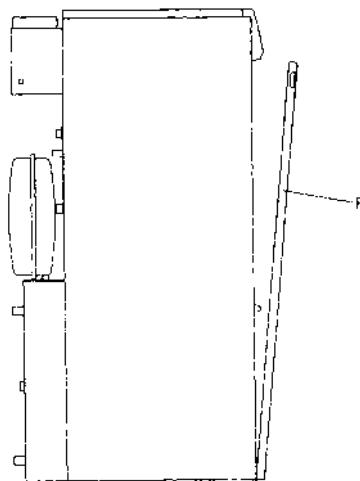

Рис. 2.6
- снимите переднюю облицовочную панель (P) котла (рис. 2.6);